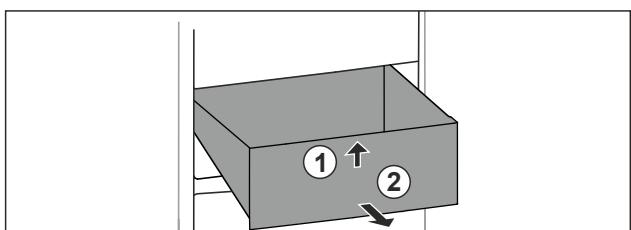

Fig. 80
- ▶ Повдигнете чекмеджето отпред. Fig. 80 (1)
- ▶ Извадете чекмеджето напред. Fig. 80 (2)